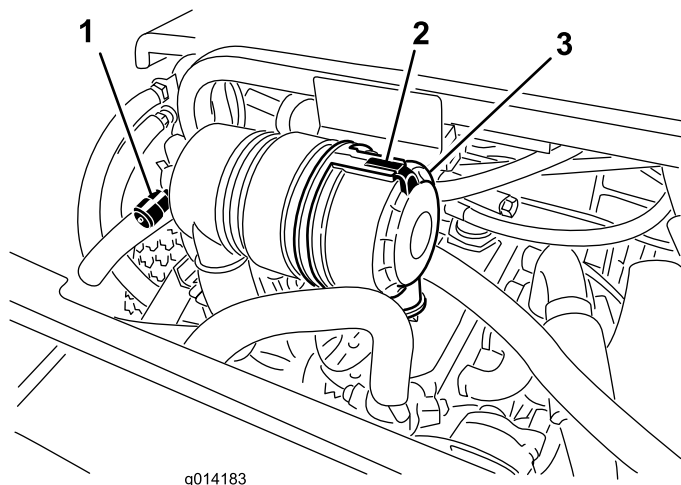

Figure 43
Faites l'entretien du filtre à air uniquement quand l'indicateur de colmatage (Figure 43) indique que cela est nécessaire. Changer le filtre à air prématurément ne fait qu'accroître le risque de contamination du moteur par des impuretés quand le filtre est déposé.
1. Desserrez le verrou qui maintient le couvercle sur le corps du filtre à air (Figure 43).